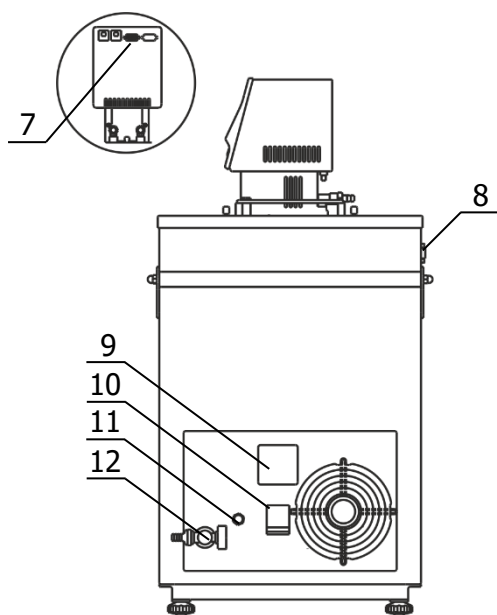

Рисунок 4 — Правая панель термостата
2.2.4 К переливному штуцеру 11 (рисунок 4) присоединить гибкий шланг, второй конец которого опустить в емкость для сбора излишков теплоносителя объемом 1.5–2 литра.
2.2.7 Вставить вилку сетевого кабеля блока регулирования в розетку 9 (рисунок 4). Соединить кабелем из комплекта поставки блок регулирования (разъем 7) и холодильную машину (разъем 8). Сетевой кабель термостата подключить к питающей сети. Для этого в лабораторном помещении должна быть установлена электрическая розетка из комплекта поставки термостата.
2.2.8 Автоматический выключатель 10 (рисунок 4) перевести в положение «включено».
2.2.11 Для заполнения соединительных шлангов и устранения воздушных пробок при первом запуске термостата, необходимо включить блок регулирования в режиме прокачки. При работе циркуляционного насоса уровень теплоносителя во внутренней ванне понизится, что может привести к срабатыванию защиты от недостаточного уровня теплоносителя. Доливать теплоноситель следует до тех пор, пока он не начнет переливаться через штуцер 11 (рисунок 4).
2.3.2 Надеть сливной шланг из комплекта поставки на кран 12 (рисунок 4) и закрепить его хомутом. Свободный конец шланга опустить в емкость для сбора теплоносителя объемом, превышающим объем термостата.